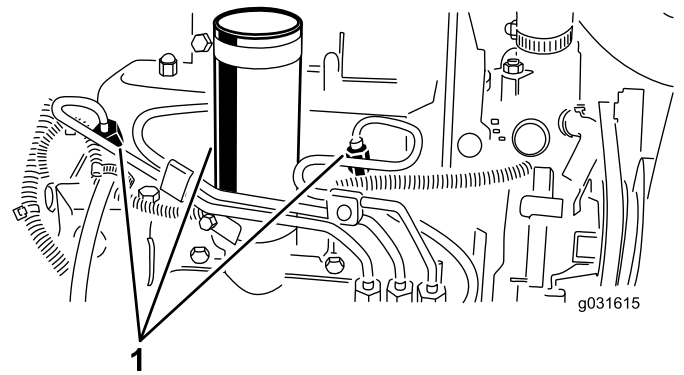

Bild 54
1. Lockern Sie den Leitungsanschluss an der ersten Düse und Halterung (Bild 54).